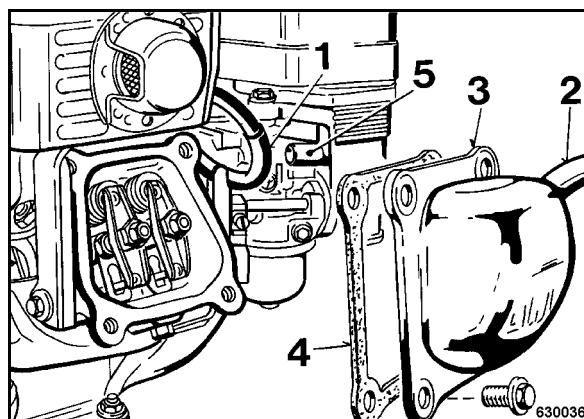

рис. 46
- Снять свечной наконечник 1 (рис. 46)
- Снять вентиляционный шланг (2).
- Снять крышку клапана с уплотнением (4).